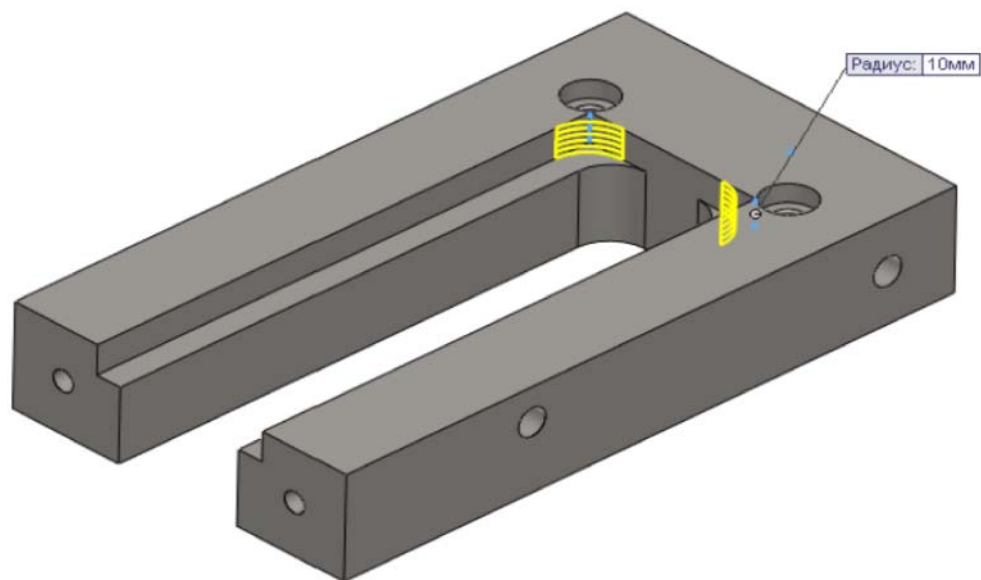

Рис. 2.48. Выбор кромки
7. Выберите кромки, показанные на рис. 2.48;